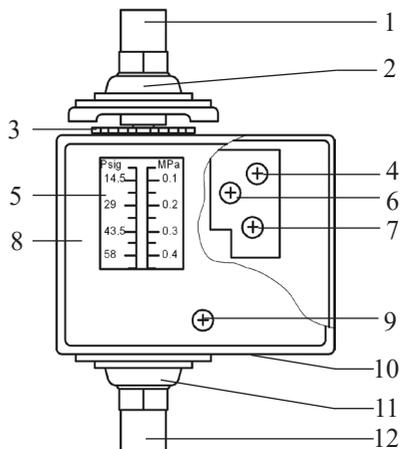

Рис.1. Элементы реле
- 1.3. Выкрутите винт (поз. 9, рис. 1) и снимите крышку корпуса (поз. 8, рис. 1).
- 1.4. Подключите к контактам реле «1», «3» и «5» (рис. 1) цепь регулируемой системы.
- 1.5. Закройте крышку корпуса (поз. 8, рис. 1) и вкрутите винт (поз. 9, рис. 1).
- 1.6. С помощью штуцеров 1 и 12 (рис. 1) подключите к реле трубопроводы регулируемой системы. Большее давление должно подаваться на нижний штуцер.
- 2.1. С помощью поворота колеса настройки 3 установите необходимое рабочее значение разности давлений между штуцерами 1 и 2 (поз. 1 и 12 на рис. 1).